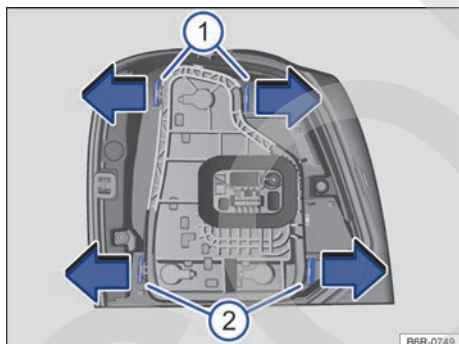

Fig. 160 Grupo óptico trasero: desmontaje del portalámparas.
- 1 Para desbloquear el portalámparas, presione las pestañas de bloqueo → fig. 160 ① y → fig. 160 ② en el sentido de las flechas.